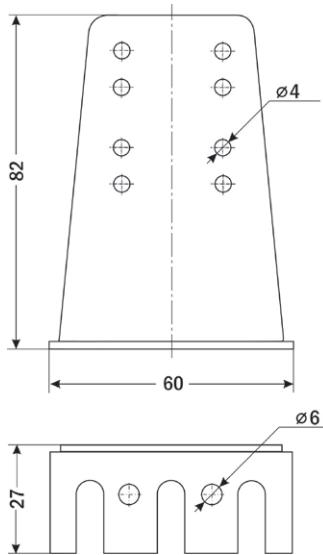

Рис. 5. Кронштейн для настенного крепления
- b. Присоединение прибора к трубопроводу можно осуществлять как напрямую (резьба штуцера  $\frac{1}{4}$ "), так и с помощью импульсной трубы (в этом случае рекомендуется использовать входящий в комплект поставки кронштейн для настенного крепления, рис. 5).